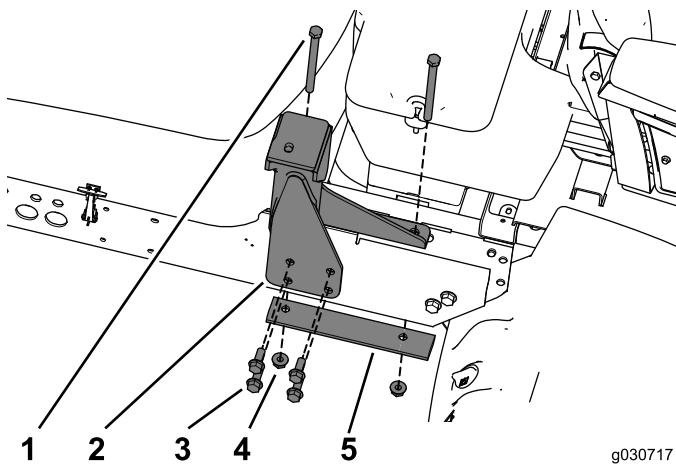

Bild 20
1. Befestigen Sie die hintere Befestigung mit den vom Überrollschutz abgenommenen Schrauben am Rahmen (Bild 20).